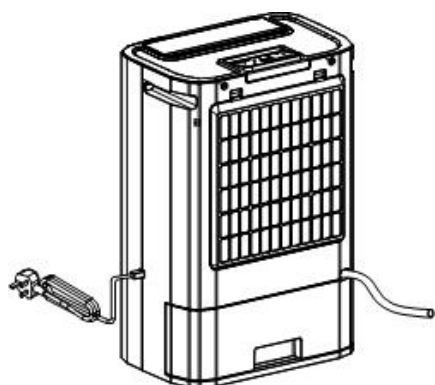

Fig. 1
3.5. Ora spingete di nuovo il serbatoio dell'acqua nella sua posizione normale. Assicuratevi che il tubo flessibile passi attraverso la piccola apertura prevista per esso sulla destra sopra il serbatoio di condensazione e che tutto sia ben posizionato e che l'acqua non possa fuoriuscire dai collegamenti (vedi Fig. 1).